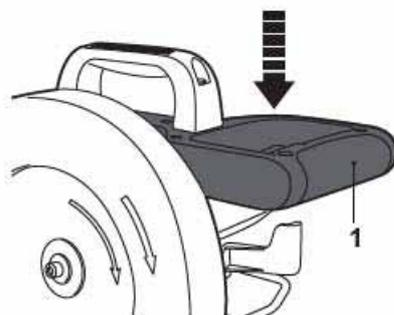

Fig. 28
- > Abaissez la poignée [1] et tirez sur le boulon de verrouillage [25] pour le sortir de sa position verrouillée (Fig. 28, 29).